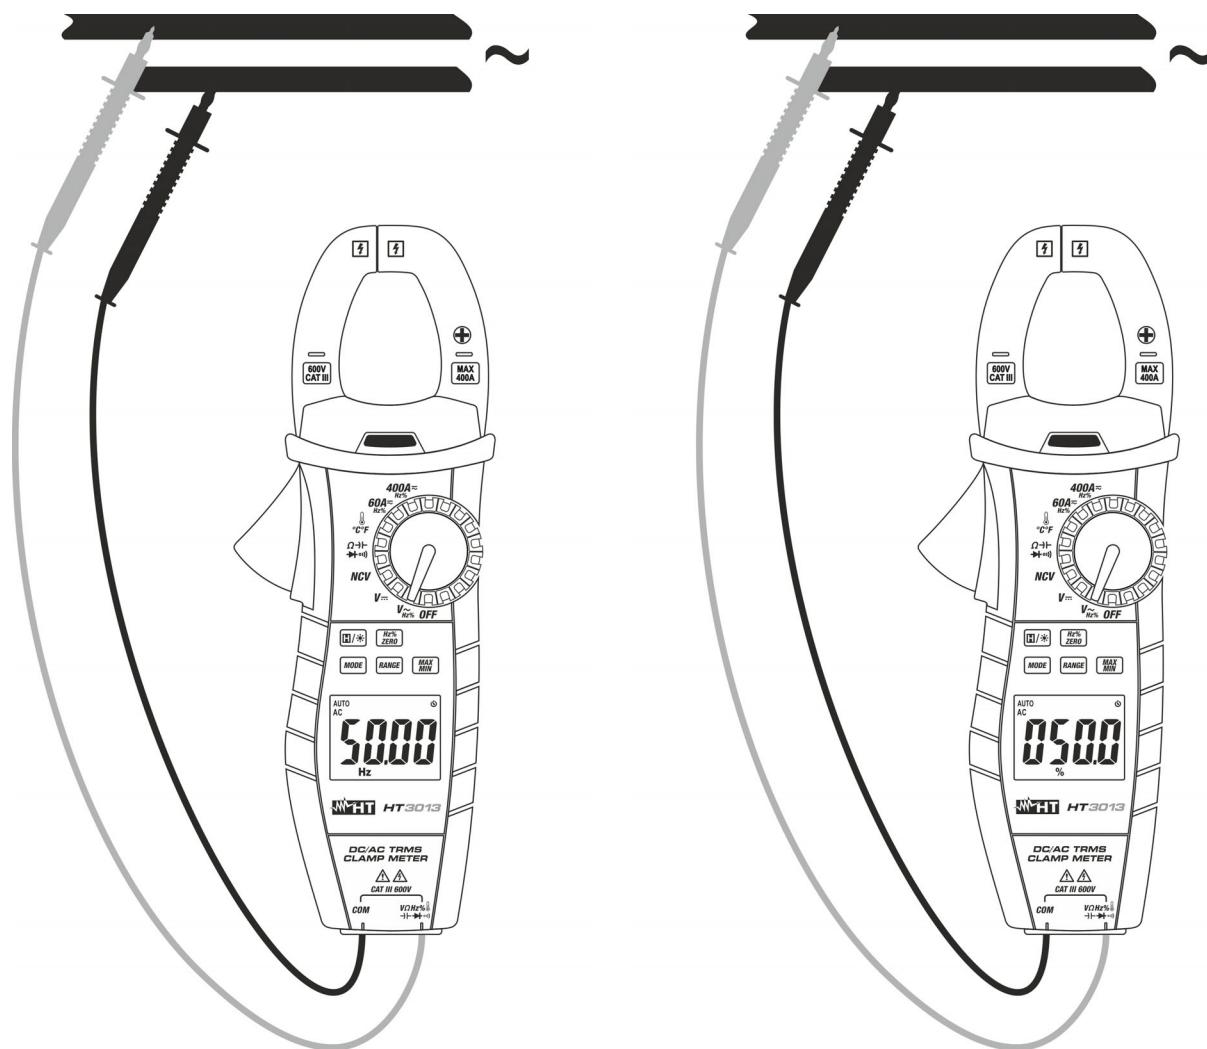

Fig. 6: Utilização da pinça na medição de Frequências e Ciclo de Trabalho (Duty Cycle)
4. Colocar as ponteiras nos pontos pretendidos do circuito em exame (ver Fig. 6). O valor da frequência (Hz) ou do ciclo de trabalho (%) é mostrado no display.